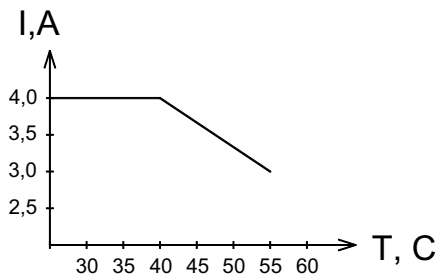

Рис.7. Зависимость макс. тока от окружающей температуры
Номинальный ток	4 (3) А (см. рис.7)
Рабочая температура окр. воздуха	-25..55 °С (см. рис.7)